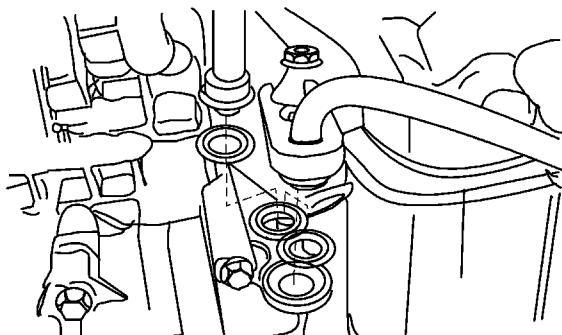

图 5-41 拆卸排出软管与压缩机之间的固定螺母
- 3) 按照图 5-41 所示，拆卸排出软管与压缩机之间的固定螺母。